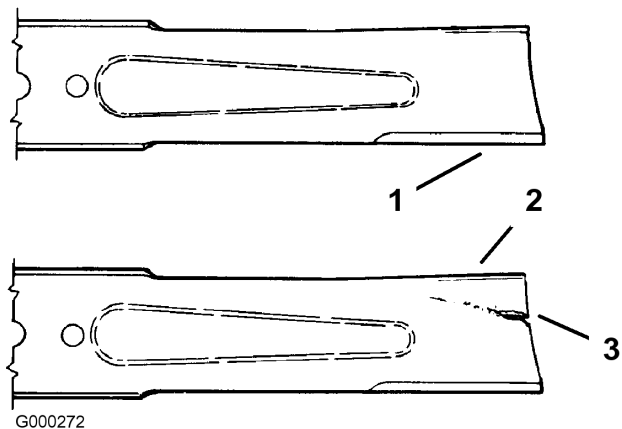

Figure 47
1. Examinez le tranchant des lames (Figure 47). Si les lames ne sont pas tranchantes ou si elles présentent des indentations, déposez-les et aiguisiez-les (voir Aiguisage des lames).
2. Inspectez les lames, surtout la partie incurvée (Figure 47). Remplacez immédiatement toute lame usée, endommagée ou qui présente une entaille (repère 3 de la Figure 47).